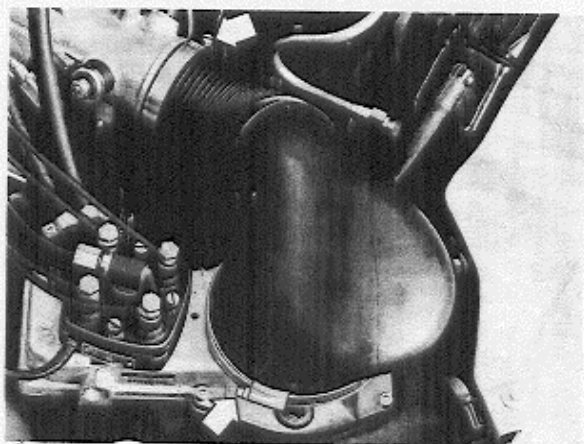

Abb. 1-1 Ausbau des Luftbalges
* 1. Luftbalg ausbauen, siehe Abb. 1-1.